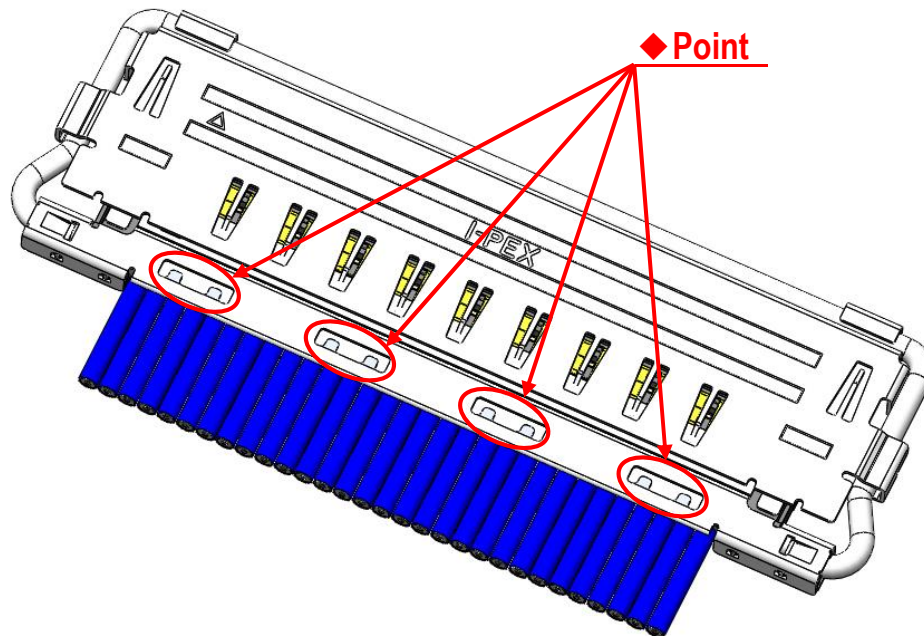

図 10. Shell-A 及び Ground Bar 半田付け箇所
④Shell-A,B と ground bar を半田コテにて全箇所半田付けすることを推奨する。 (図.10,12◆部)